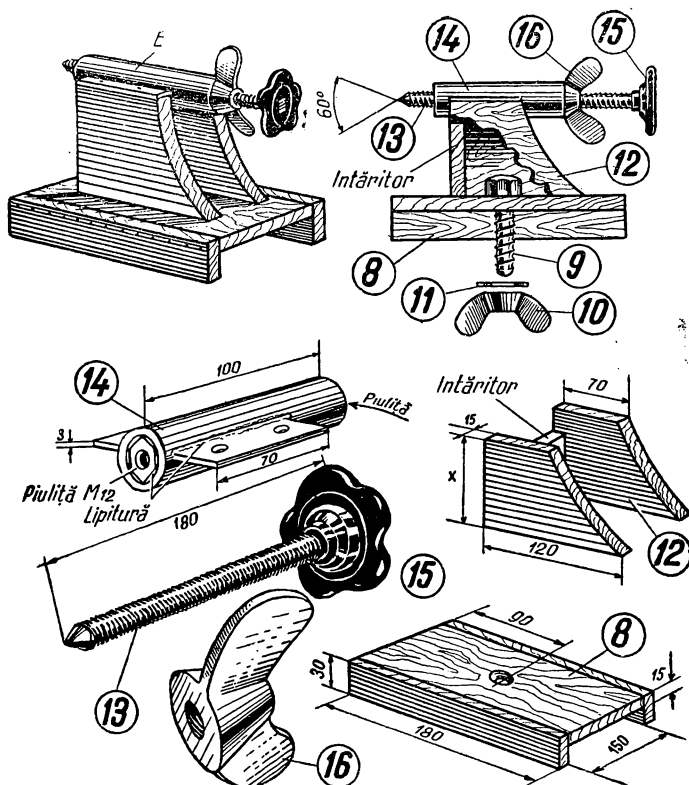

Fig. 5.
are batiul (fig. 5). El trebuie să se deplaseze ușor pe batiu. În funcție de lungimea materialului de strunjit păpușa mobilă se fixează pe batiul strungulețului cu șuruburi (9) și piulița fluture 10. Șurubul 9 va trece prin canalul longitudinal al batiului. Strângerea se face cu piulița 10 pe șaiba 11. Șaiba 11 este necesară ca piulița 10 să nu distrugă batiul, afundindu-se în el.